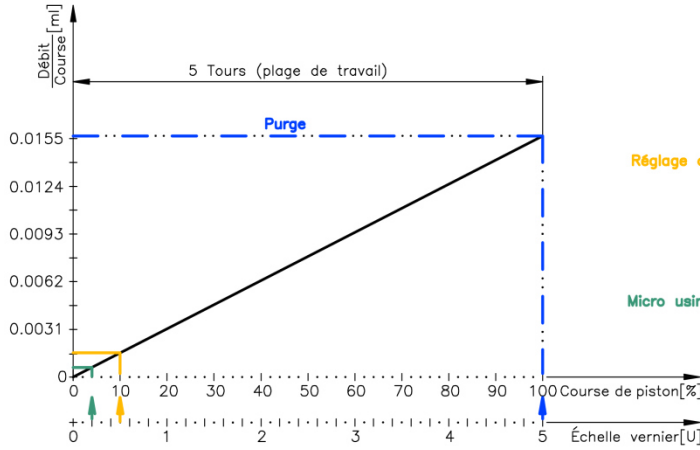

Fig. 9 : débit en fonction de la course du piston
6.1 Les diagrammes (fig. 9 & 10) et calculs ci-dessous permettent de déterminer la consommation de lubrifiant en fonction des différents réglages. Les valeurs reposent sur une utilisation en continu ; en cas de branchement sur le processus de travail (par ex. avance), il est possible de réduire la consommation de 50 % voire plus. Les réglages s'effectuent conformément aux chapitres 3, 4 et 5.
6.2 Exemple « Réglage d'usine » : consommation avec vis micrométrique à 0,5 tour et 20 impulsions/minute (fig. 9 & 10)
6.3 Exemple « Micro usinage » : consommation avec vis micrométrique à 0,2 tour et 15 impulsions/minute (fig. 9 & 10)